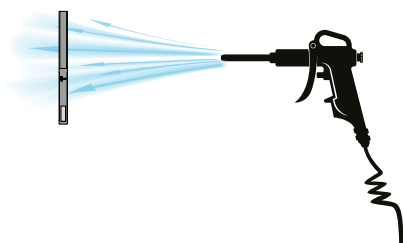

Fig. 3
3. Soffiare delicatamente i filtri con aria compressa per non danneggiare la struttura (fig. 3).